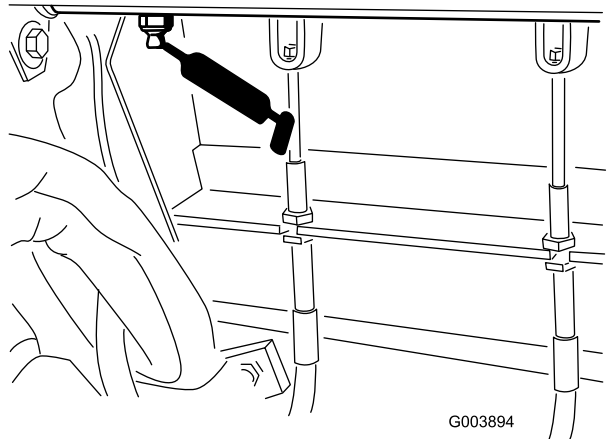

Bild 47
- 1 Schmiernippel am Bremspedal (Bild 47)